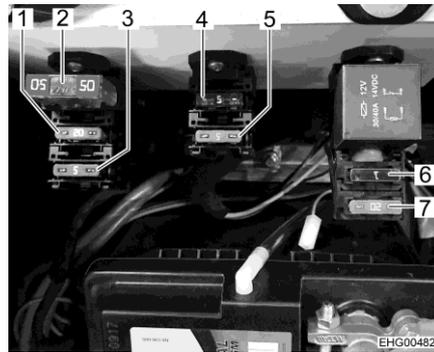

Fig. 35 Fusibili per batteria dell'abitacolo e ulteriori apparecchi
Il fusibile piatto da 20 A (Fig. 35,1) è montato accanto alla batteria dell'abitacolo sotto il sedile del passeggero (vedi anche paragrafo 9.7.1).
- Sfilare il fusibile piatto da 20 A (Fig. 35,1).